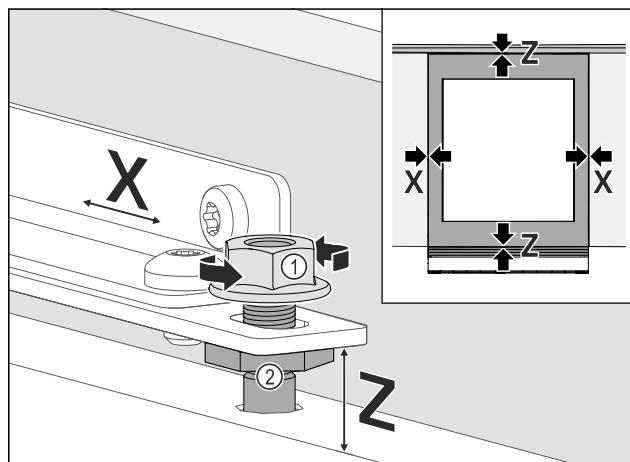

Fig. 78
- Möbeltür seitlich ausrichten: Kontermutter Fig. 78 (1) lösen, Möbeltür in **X** Richtung verschieben.
- Kontermuttern Fig. 78 (1) anziehen.
- Möbeltür in der Höhe **Z** und in der seitlichen Neigung ausrichten: Justagebolzen Fig. 78 (2) einstellen.